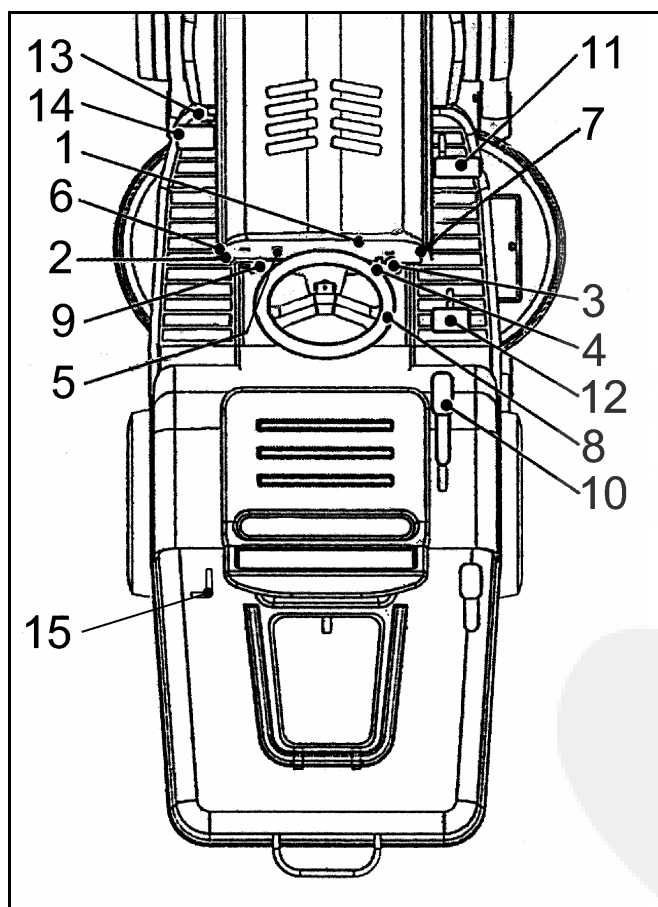

Fig. 11
COMMANDES (Fig. 11)
(Fig. 11)
Interrupteur "Départ de coupe" (Fig. 11, pos.5)
Témoin de pression d'huile (Fig. 11, pos.6)